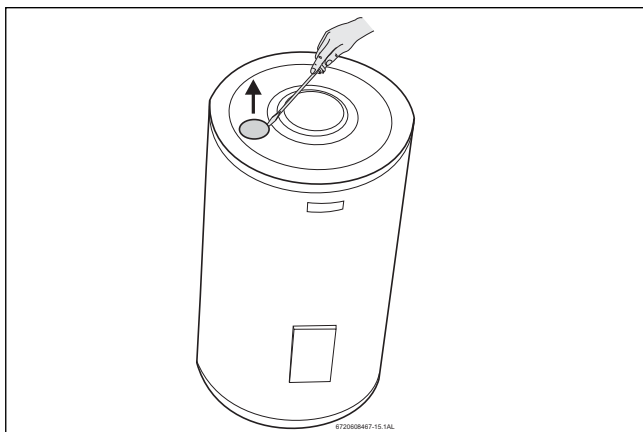

Fig. 46
- ▶ Retire la tapa de plástico situada en la parte superior del termoacumulador, véase Fig. 46 .